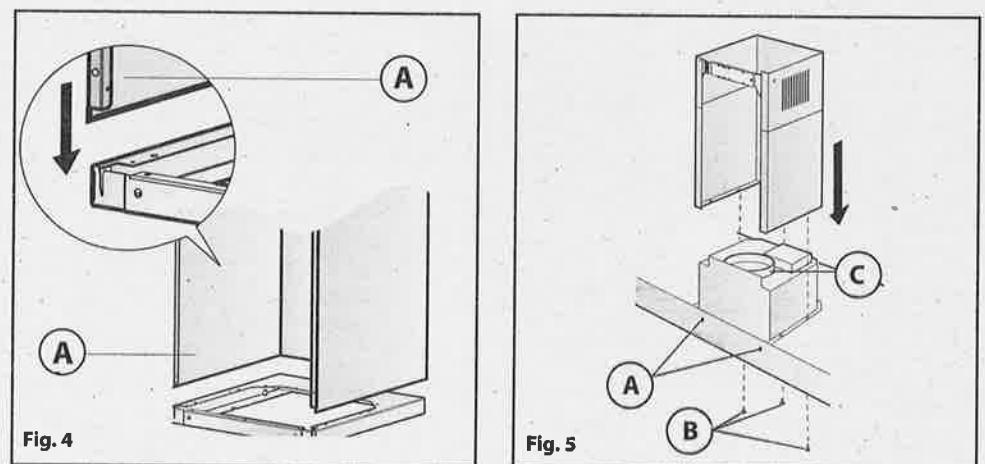
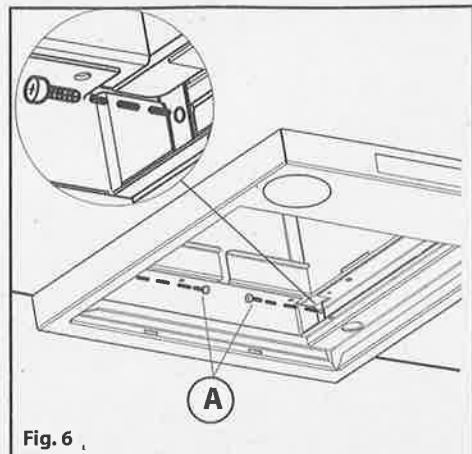

Fig. 4
Fig. 6
- Nel caso in cui il vostro apparecchio ha i raccordi inferiori indicati come nella **Fig.4 A**, il fissaggio da effettuare è quello riportato in **Fig.6 A**.